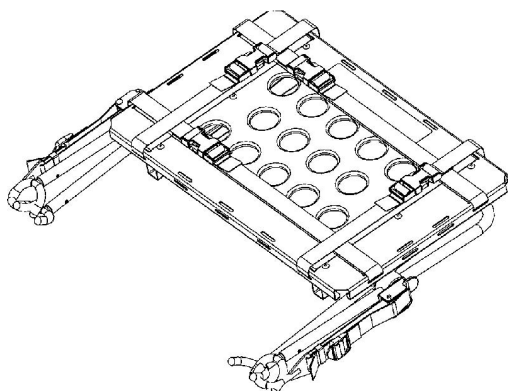

Abbildung 16 – Verstauposition
1. Die Defibrillatorplattform in die Verstauposition bringen (Abbildung 16).